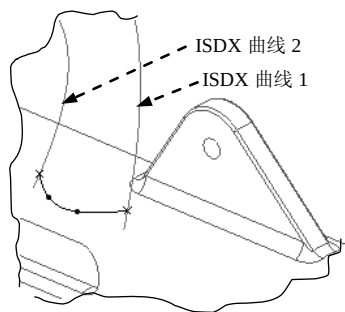

图 8.9.22 编辑初步的 ISDX 曲线 4
② 按住键盘的 Shift 键, 分别将曲线的左端点拖移到 ISDX 曲线 2 上, 将右端点拖移到 ISDX 曲线 1 上, 直到这两个端点变成小叉“×”, 如图 8.9.22 所示。